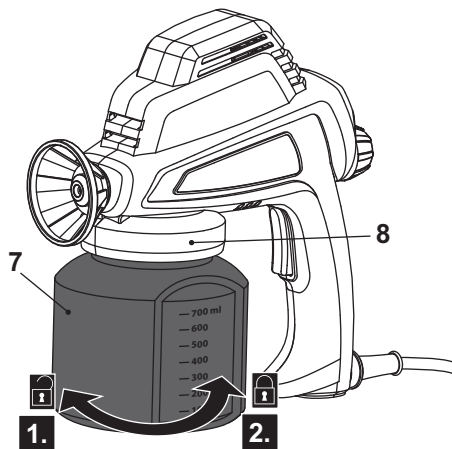

Fig. 1.
2. Mezcle y diluya minuciosamente la pintura de acuerdo con las instrucciones del fabricante de la misma. La viscosidad correcta de la pintura influirá en gran medida en los resultados de la misma. Mezcle la cantidad total necesaria de pintura para asegurar una viscosidad consistente y mida la viscosidad de la pintura con el vaso medidor de viscosidad (11).
3. Desenrosque el recipiente de pintura (7) del soporte del recipiente de pintura (8) (Fig. 1, paso 1).
4. Vierta la pintura en el recipiente de pintura (7) hasta la línea de marcado de 700 ml como máximo.
5. Vuelva a colocar el recipiente de pintura (7) en el soporte del recipiente de pintura (8) y ajústelo (Fig. 1, paso 2).